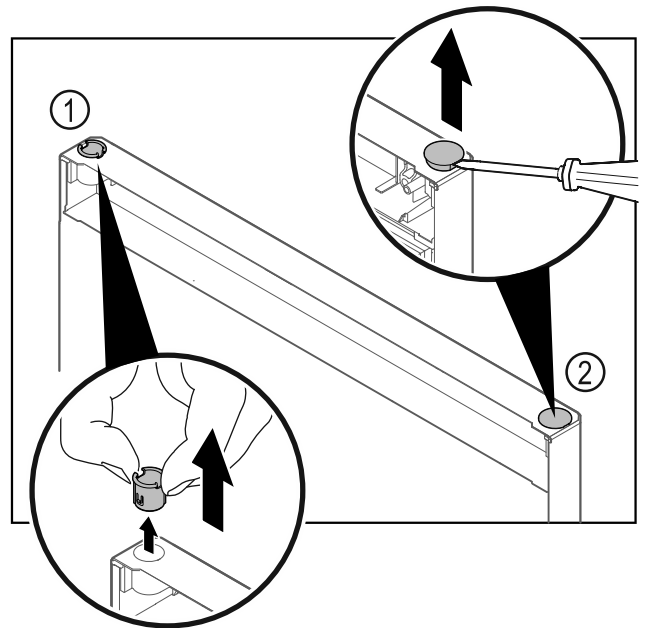

Fig. 28
- ▶ 用手指拔出合页衬套 Fig. 28 (1)。
- ▶ 用带槽螺丝刀小心撬起盖塞 Fig. 28 (2) 并将其拔出。